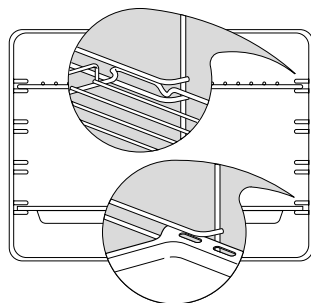

Figura 21 Posizione corretta dei ripiani e leccarda
- Inserire ripiani e leccarde - figura 21. Inserirli nelle guide metalliche, con la tacca di blocco di sicurezza verso il basso e sul retro.